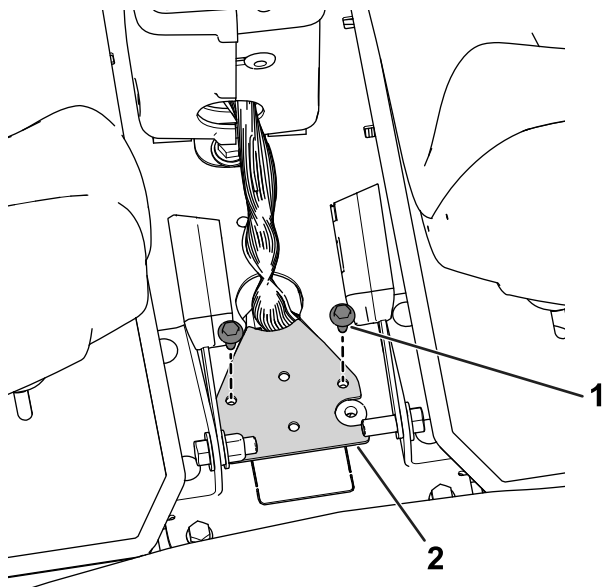

Figura 29
1. Retire la base del arnés de la consola aflojando y retirando los pernos de la base del arnés (Figura 29).